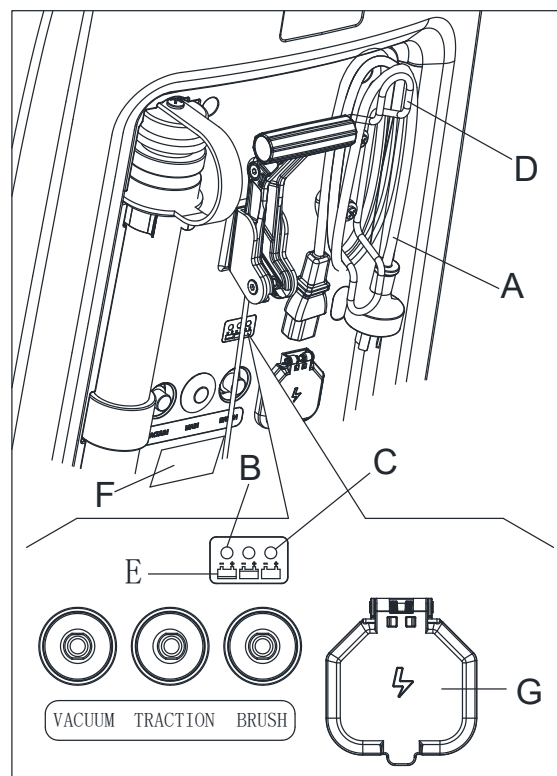

Figura 15
7. Conectați cablul încărcătorului bateriei (A, Figura 15) la priza electrică (G) (frecvența și tensiunea prizei trebuie să fie compatibile cu parametrii încărcătorului bateriilor indicate pe placa de timbru a mașinii (F)). Când încărcătorul bateriilor este conectat la priza electrică, toate funcțiile mașinii sunt dezactivate automat. Dacă ledul roșu (B) de pe panoul de control al încărcătorului stă aprins, bateriile sunt în curs de încărcare cu încărcătorul.
8. Dacă ledul verde (C) se aprinde, încărcarea bateriilor este finalizată.
9. Când încărcarea bateriilor s-a finalizat, deconectați cablul încărcătorului (A) de la priza electrică (G) și înfășurați-l în jurul carcasi (D).
Pentru mai multe informații despre funcționarea încărcătorului bateriei (E, Figura 15), vedeți Manualul corespunzător.